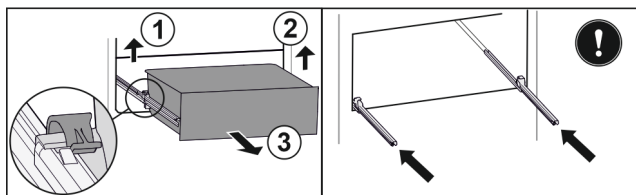

Fig. 79
- ▶ Sollevare il morsetto sinistro e allo stesso tempo tirare in avanti il cassetto sinistro. Fig. 79 (1)
- ▶ Sollevare il morsetto destro e allo stesso tempo tirare in avanti il cassetto destro. Fig. 79 (2)
- ▶ Rimuovere il cassetto tirandolo in avanti. Fig. 79 (3)